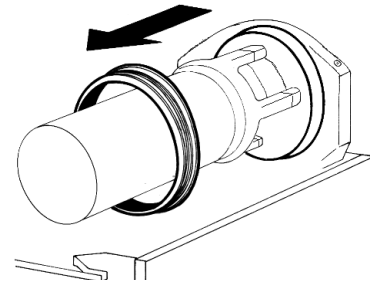

figura 9
- 4 Quitar de su alojamiento la junta del contenedor (ver figura 9).